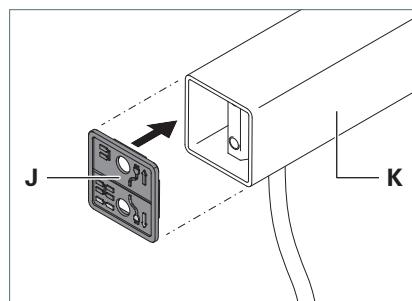

Fig. 2: Innestare la piastra di base.
- Ruotare la piastra di base J nella corretta posizione di montaggio e innestarla sul tubo verticale K, vedere Fig. 2.